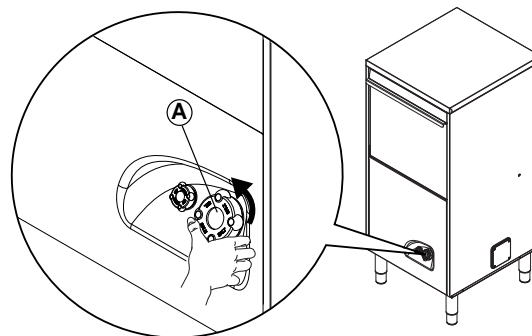

Figura 23
- Svitare il tappo del serbatoio "A" (Figura 23) del sale ruotandolo in senso antiorario.